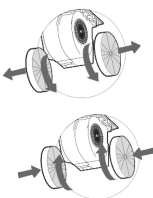
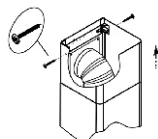

рис. 7А
рис. 8
6.4 Установка фальштруб (рис.7). На нижней фальштрубе имеются специальные «ушки», которые необходимо направить в пазы, расположенные на верхней панели вытяжки. Затем нижнюю фальштрубу необходимо зафиксировать двумя самонарезающими винтами 3,5x11 мм. Выдвиньте верхнюю фальштрубу, навесьте ее на кронштейн (рис.8) и закрепите винтами.